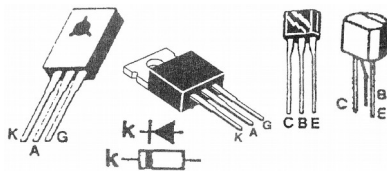

Рис.3 Цоколевка радиоэлементов
- особое внимание уделите правильности установки транзисторов, тириستоров, электролитических конденсаторов, диодов (цоколевка некоторых элементов показана на рис.3).